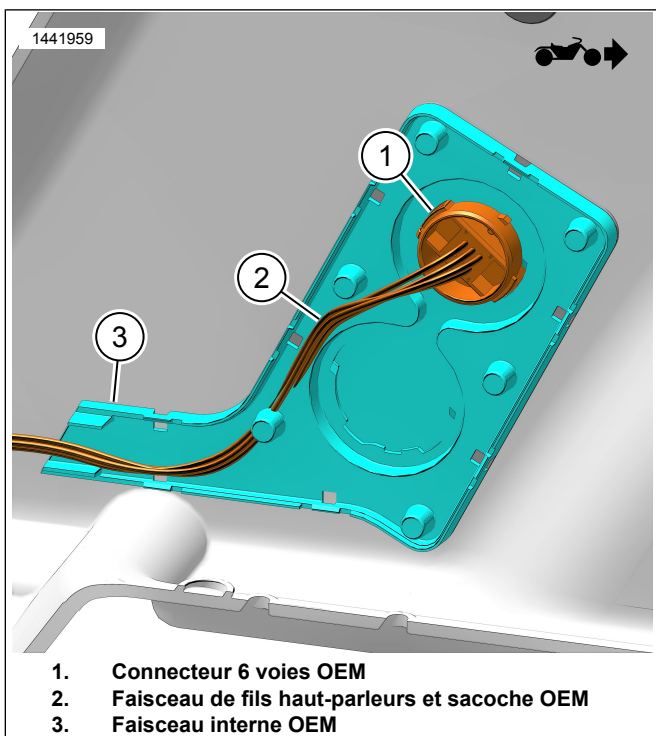

Figure 6. Faisceau interne OEM (à l'intérieur de la sacoche)
1. Voir la figure 6. Enlever les composants OEM de la sacoche droite.
- d. Retirer le connecteur 6 voies OEM [289B] (1). Relâcher le verrou de détente et tourner dans le sens antihoraire.
- e. Faire sortir les fils du haut-parleur et du faisceau de la sacoche (2) ainsi que les connecteurs par le trou. Les conserver pour une utilisation ultérieure.
- f. Enlever et éliminer le faisceau intérieur (3) et les vis OEM.
2. Voir la figure 6. Installer le connecteur 6 voies OEM de la sacoche droite (1).
- a. Poser les connecteurs, les câbles des haut-parleurs et du faisceau de la sacoche (2) à travers le trou.
- b. Monter le connecteur 6 voies OEM [289B] (1). Tourner dans le sens horaire jusqu'à ce que le verrou de détente soit verrouillé.